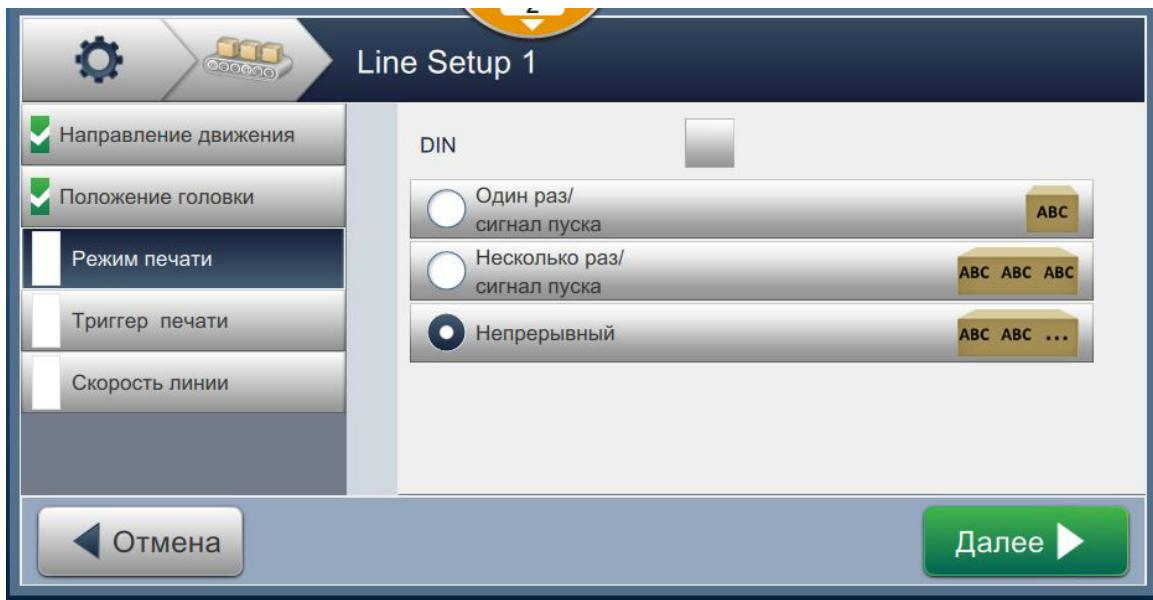

Рис. 6-31: Режим печати – непрерывная
- Измените параметры на экране «Параметры». Нажмите кнопку **Далее ►**, чтобы задать режим, как показано на Рис. 6-31.